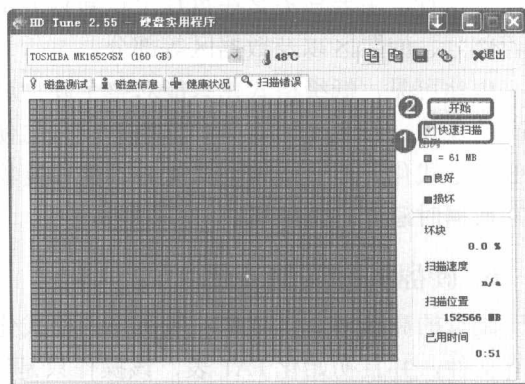

图 6-17 扫描磁盘错误
步骤④ 选择“扫描错误”选项卡,选中“快速扫描”复选框,单击“开始”按钮,系统开始检测磁盘是否有坏块,如图 6-17 所示。